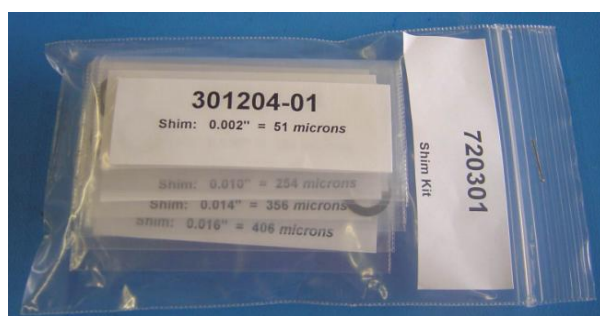

図 4-3. シム・スペーサーのキット (左)とシム・スペーサー(右)
- シム・スペーサー(図4-3)(「付録 E:シム・スペーサーの使い方」も参照してください)